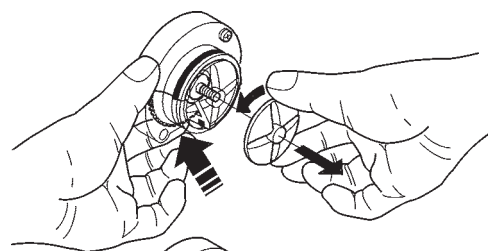

Fig. 10
- pour dévisser les rotors il suffit de bloquer avec un doigt le disque monté sur l'arbre du mixer (voir fig. 10 et 11).